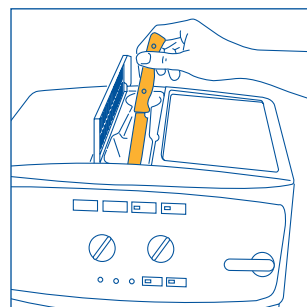

Fig. 20
**NOTA 5:** Si vous avez versé plus d'un doseur de café prémoulu et qu'il bouche l'entonnoir, faites-le descendre à l'aide d'un couteau (fig. 20) puis retirez et nettoyez l'infuseur et la machine en suivant les indications du paragraphe 10.2 "Nettoyage de l'infuseur".